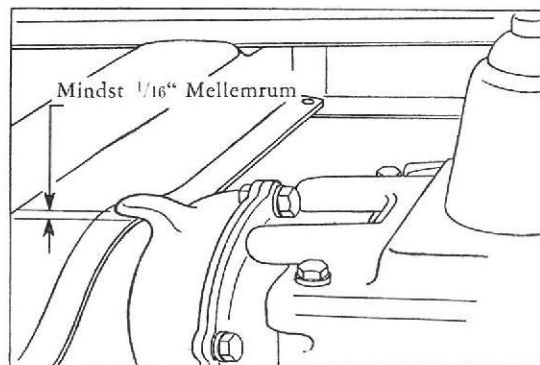

Fig. 297.
30. Efter at have udført Arbejdet, maa man undersøge, at der er mindst $\frac{1}{16}$ " Mellelrum mellem Fingeren paa Universalledsskaalen og den midterste Tværvange (se Fig. 297). Hvis der ikke er mindst $\frac{1}{16}$ " Mellelrum, er det nødvendigt at aftage Skaalen og slibe af Fingeren, indtil man faar den nødvendige Afstand.